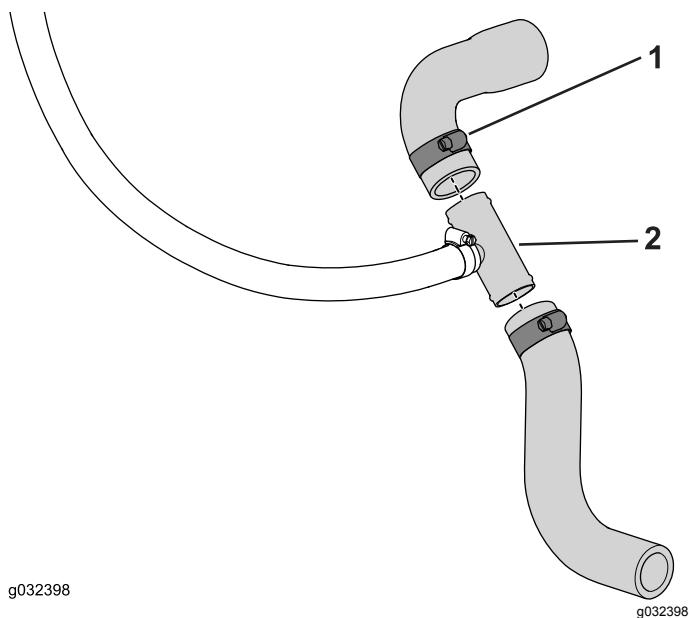

Figure 11
3. Glissez les extrémités coupées sur le raccord en T et fixez le tout avec le collier (3/4 à 1 1/2"), comme montré à la Figure 11.